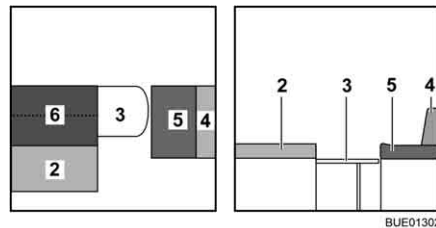

Fig. 125 Durante la transformación
- Desplegar el cojín adicional (Fig. 125,6) y colocarlo en la mesa.